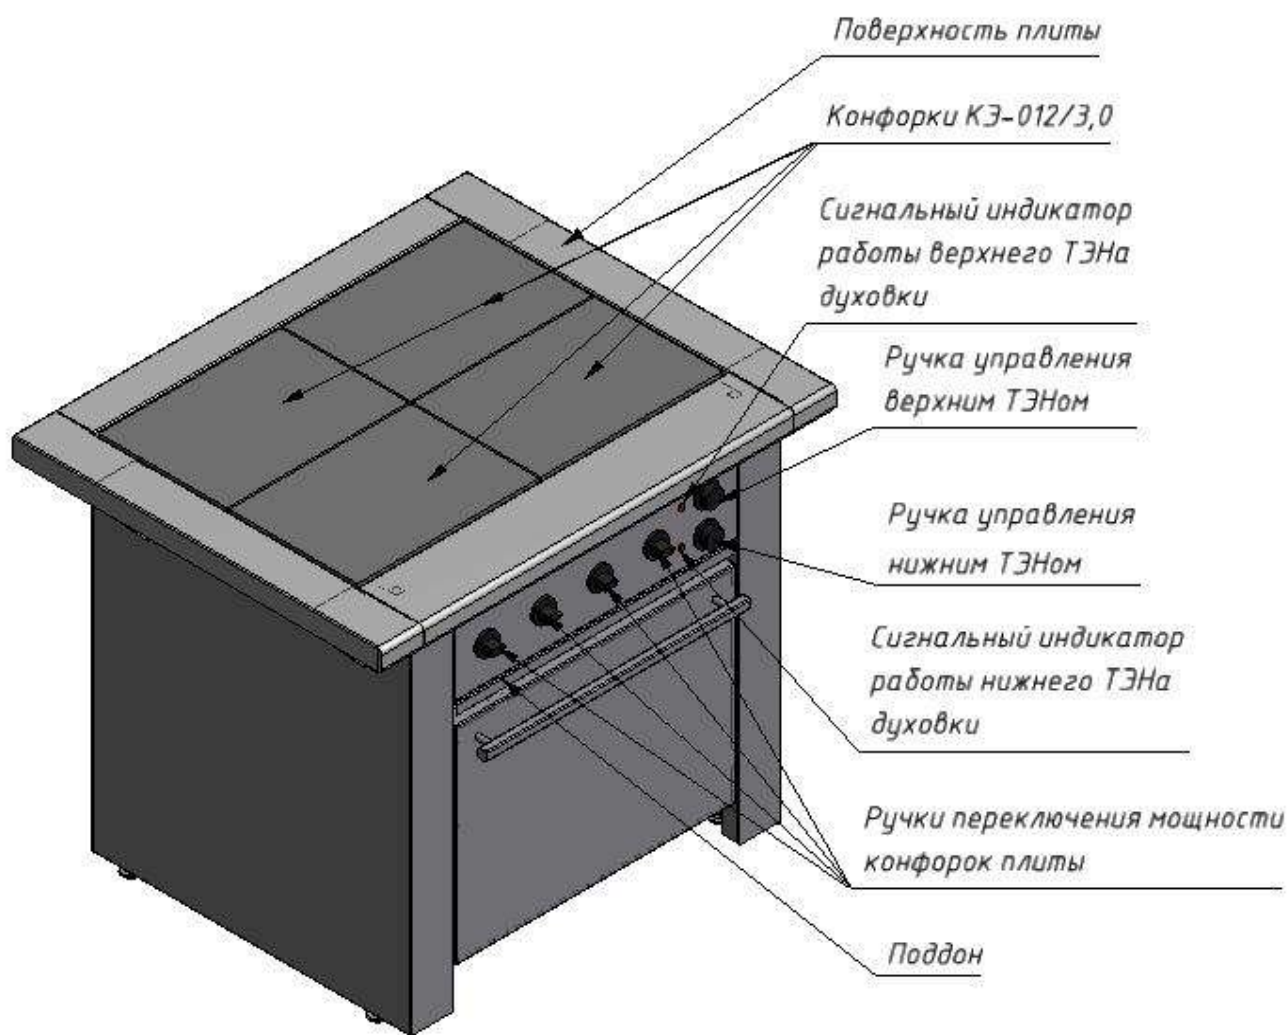

Рисунок 1
5.2. Верхняя рабочая часть модуля (рис.1) представляет собой конструкцию коробчатой формы, внутрь которой устанавливается каркас с отражателями тепла. На каркас устанавливаются электрические конфорки, поддон, который служит для стока жидкости, пролитой на рабочую поверхность. Нижний модуль плиты представляет собой конструкцию коробчатой формы, в которую вмонтирована духовка.
- 8.6. Включение верхних и нижних нагревателей духовой камеры производится двумя соответствующими ручками (см.рис.1) расположенными на панели управления (регулирование бесступенчатое).